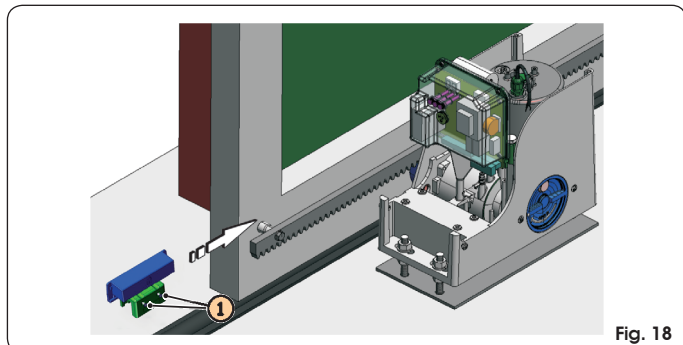

Fig. 18
- ③ Portare manualmente il cancello in posizione d'apertura lasciando 4 cm dall'arresto meccanico di finecorsa.
- ④ Far scorrere sulla cremagliera, nella direzione del motore, il magnete più vicino all'operatore, vedi figura 18. Appena il led relativo al finecorsa presente sulla scheda si spegne far avanzare il magnete di altri 10 mm e fissarlo con le apposite viti (Fig. 18 rif. ①).
- ⑤ Procedere in modo analogo per l'altro magnete.
- ⑥ Portare il cancello circa a metà della sua corsa e ribloccare il sistema (vedi paragrafo 9).